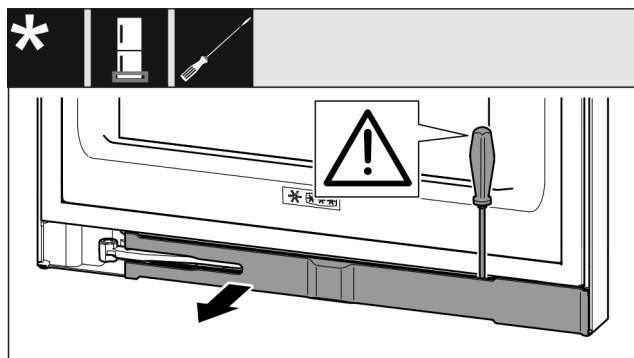

Fig. 15
- ▶ S ploščatim izvijačem sprostite zaslonko in jo obrnite na stran. (glejte Fig. 15)